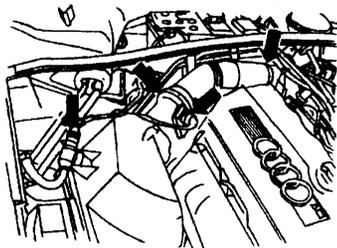

图 1.5 拔掉空气流量计和油箱通风电磁阀线束插头
⑦ 拔掉空气流量计和油箱通电磁阀线束插头,如图 1.5 所示。